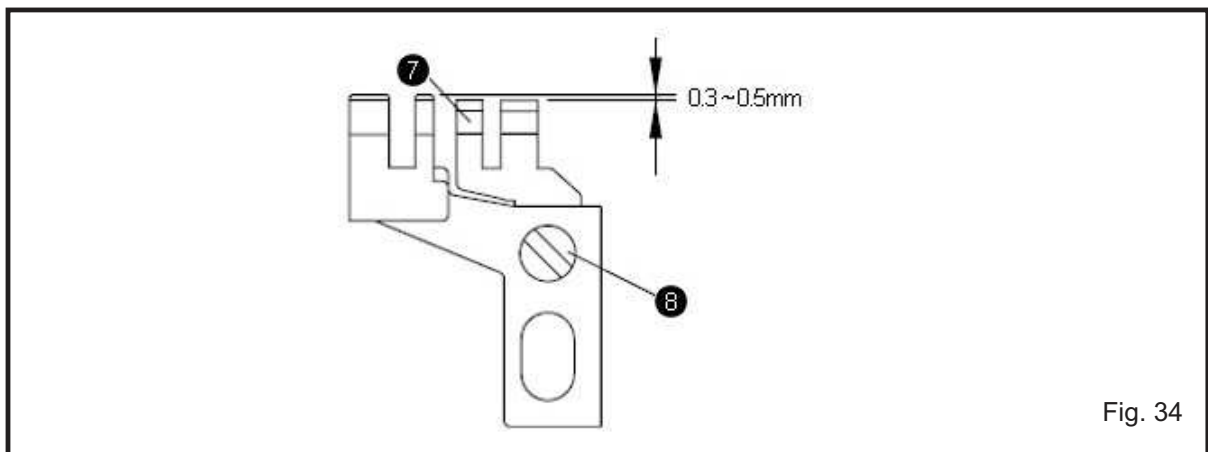

Fig. 34
O lado do dente do impelente auxiliar é 0,3~ 0,5mm menor do que o impelente. A altura pode ser regulada, soltando o parafuso ⑧ (Fig. 34)